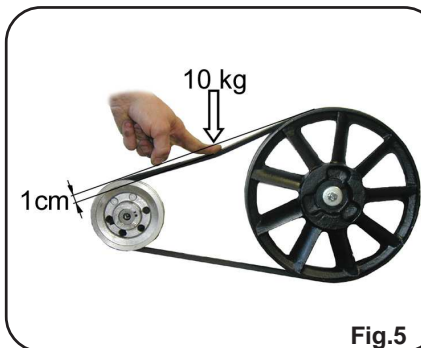

Fig.5
- ➔ La courroie est détendue ou usée: retendre ou changer la courroie( Fig. 5)
- ➔ Contrôle tension courroie: Pour garantir le rendement du compresseur.( Fig. 5)